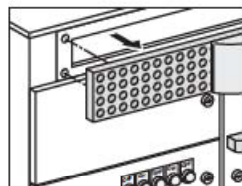

图3
- 然后向前拉格栅，使其完全脱离(参见图3)
- 将放置第一单元，并使用三个M10地脚螺栓将其固定到地板上(参见图1和图2)。图3显示了地脚螺栓的钻孔位置